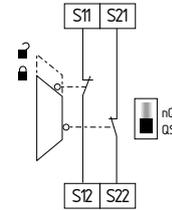

Fig. 13
**Circuito de monitorização de porta de proteção de dois canais com dispositivo de interrupção conforme ISO 14119 (ver Fig. 13)**